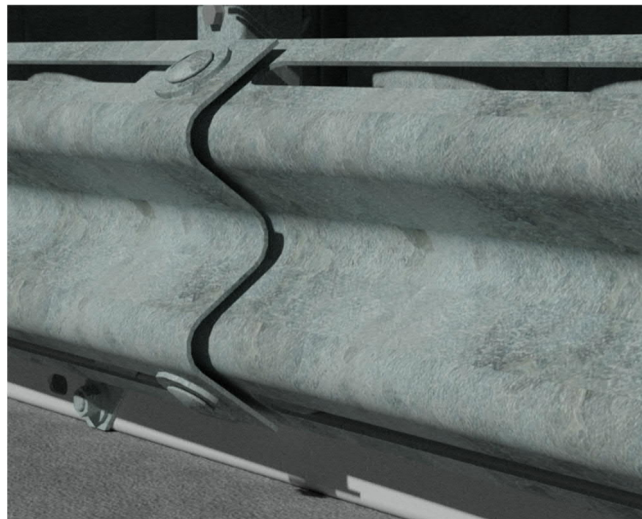

Abbildung 34
*Hinweis: Es ist unbedingt darauf zu achten, dass sich die Distanzhülse 11mm im Langloch der Leitschiene befindet und nicht geklemmt wird (siehe Abb. 34).*